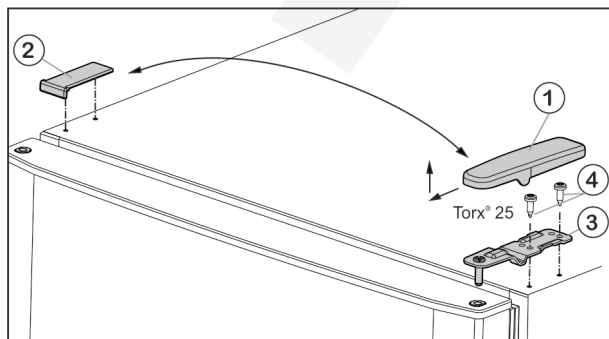

Fig. 6
- ▶ Előre és felfele húzza le a fedelet Fig. 6 (1).
- ▶ Emelje le a fedelet Fig. 6 (2).
- ▶ Csavarozza le a felső csapágybakot Fig. 6 (3) (2 db Torx® 25) Fig. 6 (4), és felfele húzza le.
- ▶ A felső csapágybakot Fig. 6 (3) helyezze a csuklópánt új oldalán az ajtóba.
- ▶ A felső csapágybakot **erősen (4 Nm-es nyomatékkal)** csavarozza fel – (2 db Torx® 25) Fig. 6 (4). Esetleg használjon akkus csavarhúzózt.
- ▶ A fedelet Fig. 6 (1) kívülről helyezze fel az ellenkező oldalra és pattintsa be.
- ▶ A fedelet Fig. 6 (2) mindig felülről helyezze fel az ellenkező oldalra és pattintsa be.